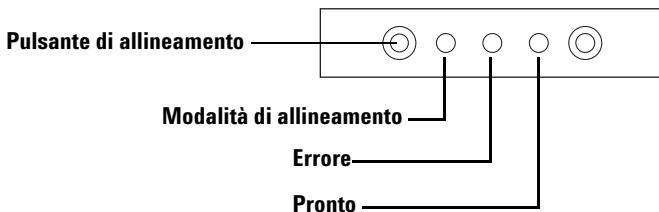

Figura 73 Allineamento del vassoio dei campioni
- 1 Tramite un oggetto sottile e allungato (ad esempio la punta di una penna), premere il pulsante incassato dell'allineamento, a sinistra delle spie dell'indicatore. Evitare il contatto con qualsiasi componente dietro o intorno al pulsante all'interno del foro incassato (Figura 73).